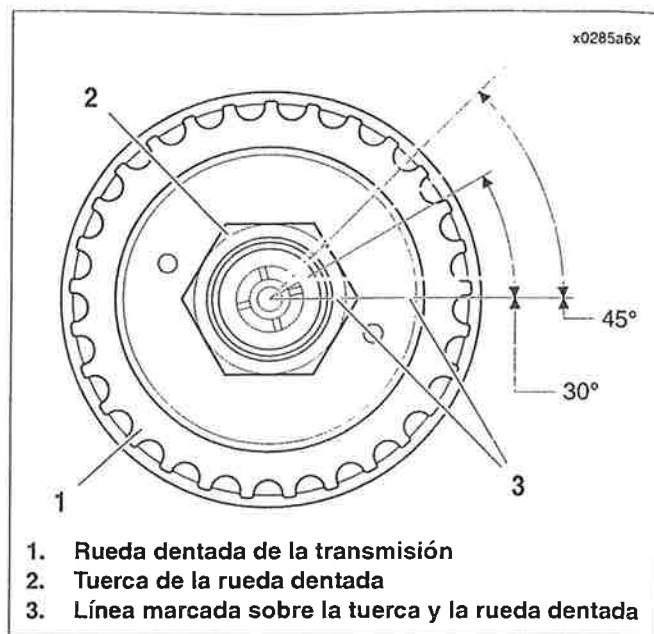

Figura 6-75. Procedimiento de apriete final de la tuerca de la rueda dentada de la transmisión
- b. Vea la Figura 6-75. Marque una línea sobre la tuerca de la rueda dentada de la transmisión y continúe la línea sobre la rueda dentada de la transmisión como se muestra.